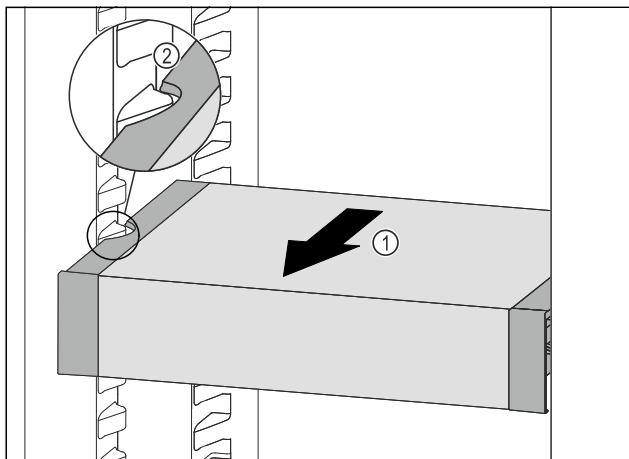

Fig. 109
- Tirare VarioSafe in avanti Fig. 109 (1) fino a quando le cavità laterali di VarioSafe non si trovano al livello della nervatura del contenitore nel vano frigorifero. Fig. 109 (2)